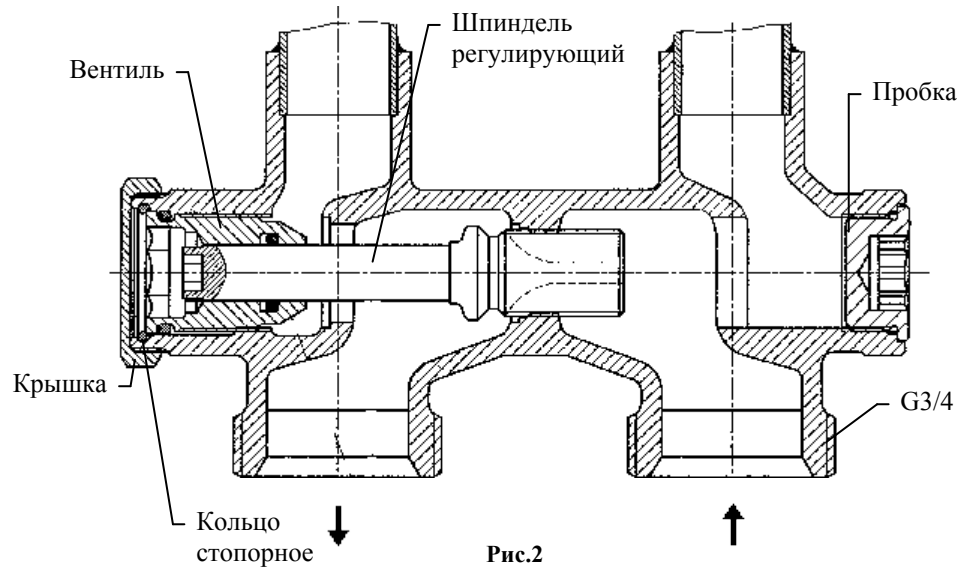

Рис.2
4.2. Узел подключения (см. рис. 2) имеет вентиль, расположенный со стороны, противоположной отметки «Е» на корпусе, с помощью которого может быть установлено требуемое гидравлическое сопротивление каждого конвектора при двухтрубной системе отопления или участка системы отопления (стояка, магистрали) при однотрубной системе. При однотрубной системе регулировке подвергается обычно последний конвектор на стояке или магистрали, т.к. вентили узлов остальных конвекторов на этом же участке остаются полностью открытыми.
4.3. С помощью регулирующего шпинделя узла подключения (рис.2) выполняется регулировка конвектора для однотрубной или двухтрубной системы. Для эксплуатации конвектора в двухтрубной системе отопления шпиндель необходимо завернуть до упора. Если конвектор устанавливается в однотрубную систему отопления, шпиндель следует отвернуть от положения «Закрыто» на число оборотов в соответствии с нужным коэффициентом затекания (определяется проектом системы отопления). Значение коэффициента затекания в зависимости от положения регулировочного шпинделя приведены в табл. 1.